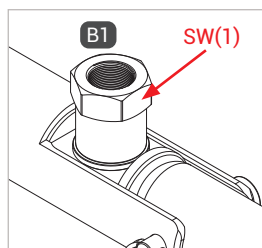

Figure 1
- ▶ Lors du montage de la conduite de fluide, exercez une contre-pression sur le méplat SW(1) (Figure 1) à l'aide d'une clé plate.
- ▶ Vissez hermétiquement l'entrée fluide « B1 » à l'embout de raccordement de la conduite de fluide (Figure 1). Voir le tableau ci-dessous pour les couples de serrage.